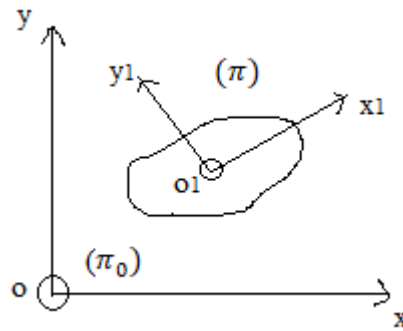

Figure IV.14
Le mouvement d'un solide (S) par rapport à R (O, x, y, z) repère fixe est un mouvement plan sur plan si le plan mobile de ce solide ( $\pi(O_1, x_1, y_1)$ ) reste en coïncidence avec le plan fixe ( $\pi_0(O, x, y)$ ) du référentiel R. Figure IV.14.